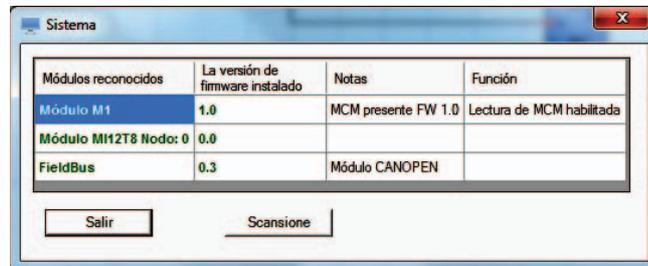

Figura 41
- ➔ Dentro del archivo de configuración (proyecto) se encuentran la fecha de creación y el CRC (identificación de 4 cifras hexadecimales) de dicho proyecto, que se memorizan en M1 (Figura 41).